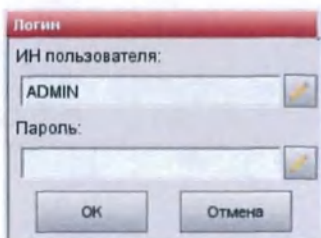

Рис.3-52 Логин
3. Вас попросят ввести ИН пользователя и Пароль (ADMIN/ADMIN) (Рис.3-52).